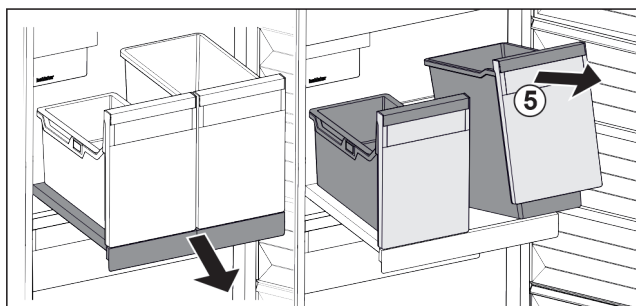

Fig. 23
- ▶ Nádobu Fig. 23 (5) vpředu nadzvedněte.